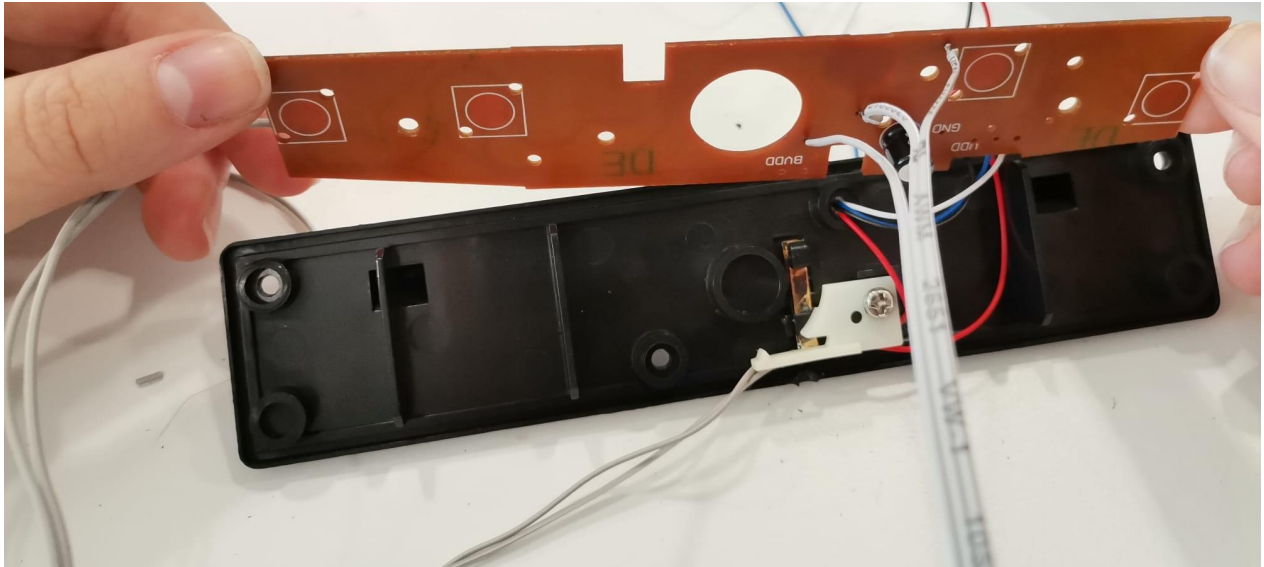

Figura 3 - Parte de trás da placa PCB do brinquedo e local do interruptor ligar/desligar
3. Ligar dois fios (fase e neutro) em paralelo ao interruptor de ligar/desligar do brinquedo, como mostra a figura 3. Usar solda para as ligações.